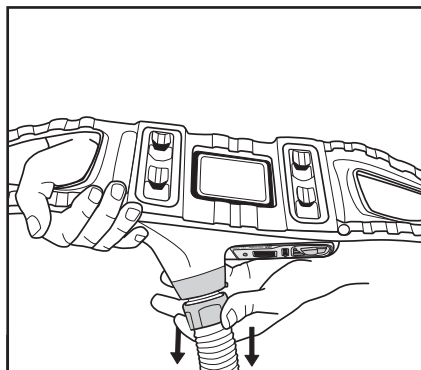

Fig. 11 – Remoção da Traqueia
4. Remoção: Coloque o motorizado de cabeça para baixo de forma que a saída fique voltada para baixo (Fig. 11) para ajudar a minimizar o potencial de contaminação na saída.